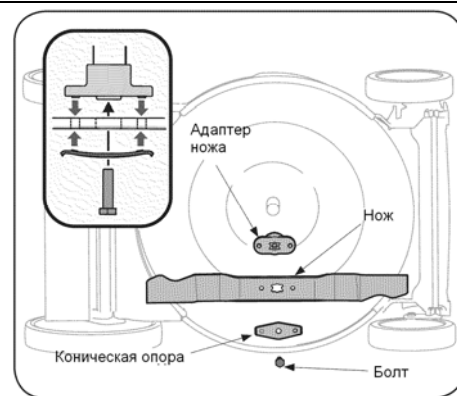

Рис. 20
2. Отверните болт и отсоедините коническую опору ножа, которые удерживают нож и адаптер на коленчатом валу двигателя. См. Рисунок 20.